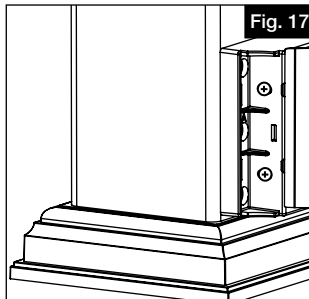

Fig. 17
- c. En s'assurant que la lettre située à l'intérieur du couvercle du support correspond à celle du support, enclencher le couvercle en place. Répéter le processus pour tous les supports (Fig. 17).